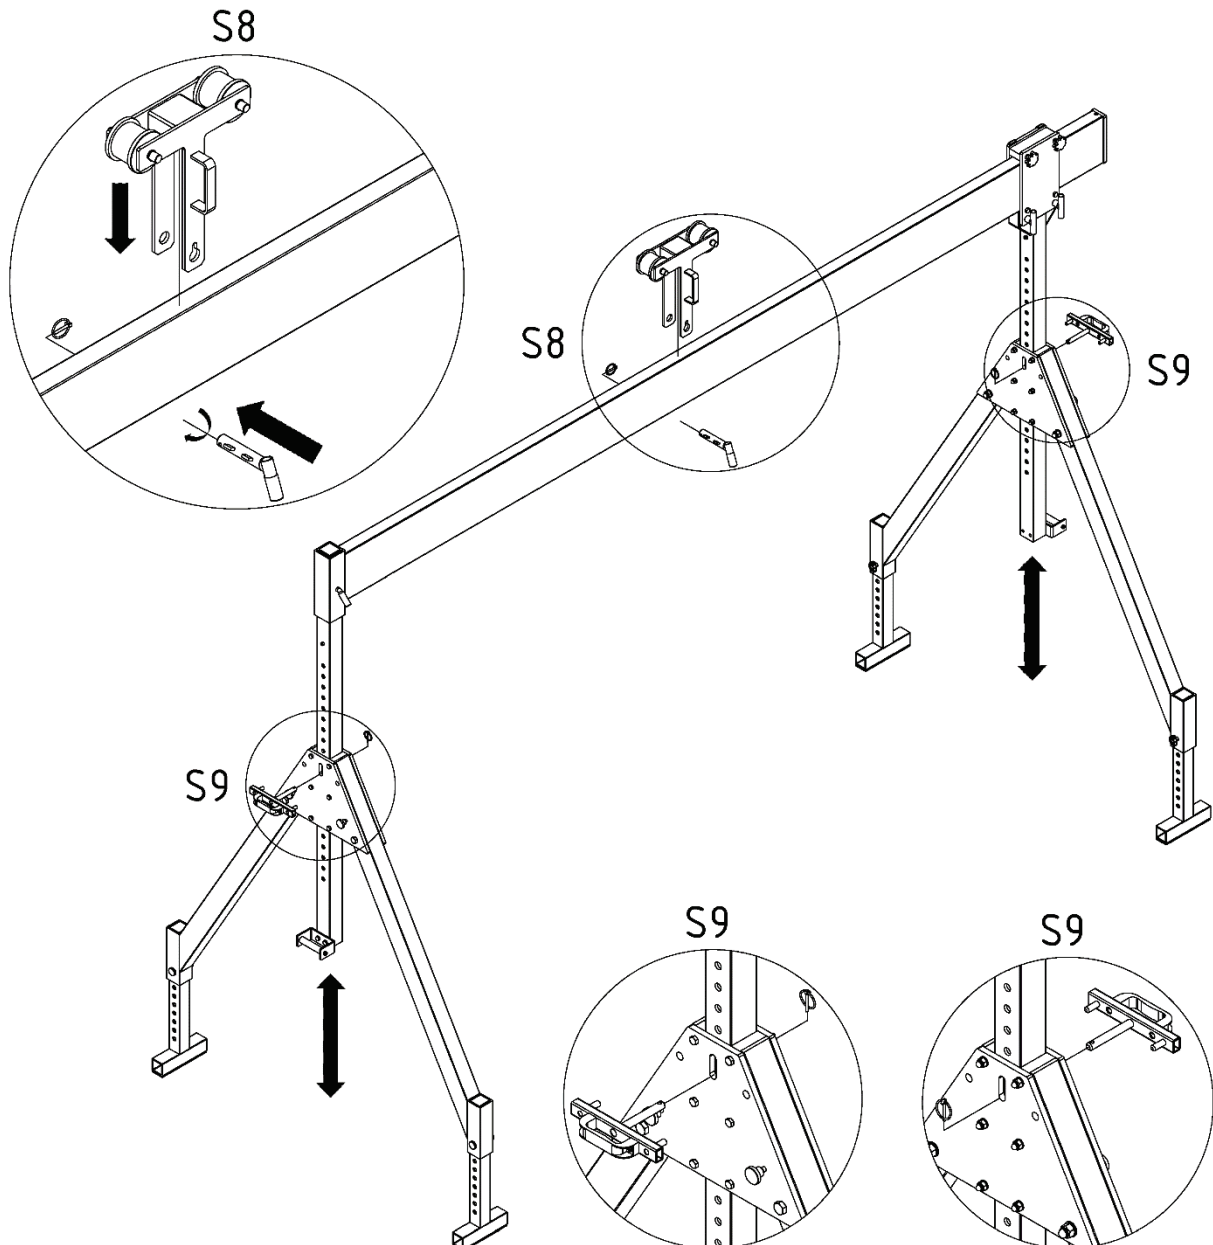

Fig. 4
7.5 Sæt som det næste løbekatten på aluminiumsoverliggeren som vist i fig. 4, og stik stikbolten til løbekatten i den pågældende føring.